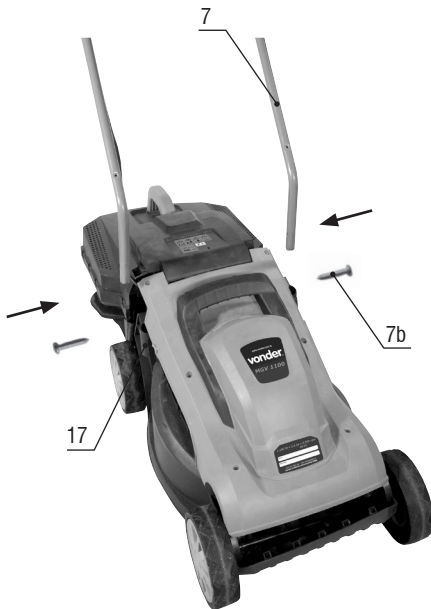

Figura 2 – Instalación de las barras del cable.
- Primero monte las barras del cable (7), conforme muestra la figura 2, siguiendo la secuencia abajo: